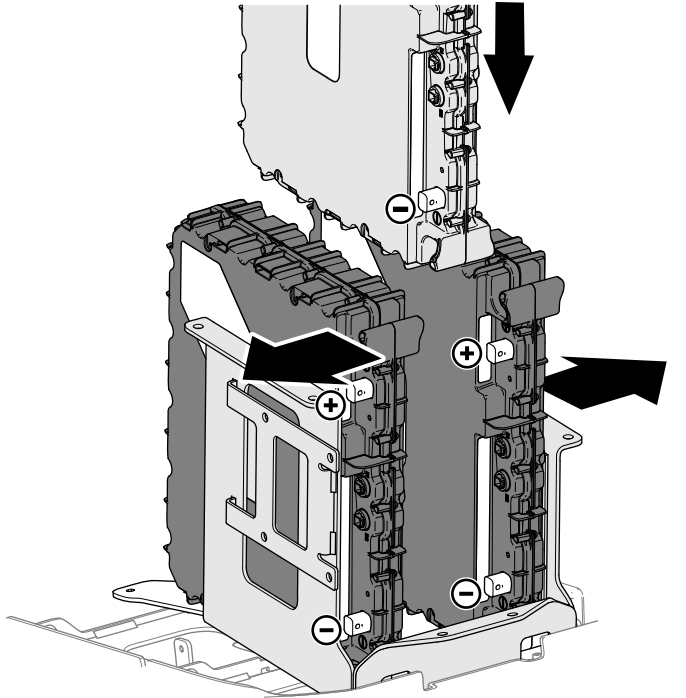

Figura 13
- B. Oriente las baterías exteriores de manera que queden posicionadas contra los lados derecho e izquierdo de la placa de montaje superior (Figura 13).
- C. Oriente la batería central con los bornes de la batería hacia atrás, y baje la batería central sobre la placa de montaje superior entre las baterías exteriores (Figura 13).